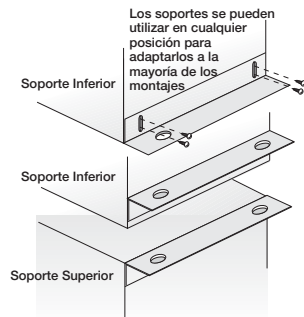

Figura 8 — Fijación de Soportes
2. Fije los soportes de montaje ajustables al ventilador, pero deje los tornillos sueltos hasta que se determine la altura adecuada, como se muestra en la Figura 8, página 4.